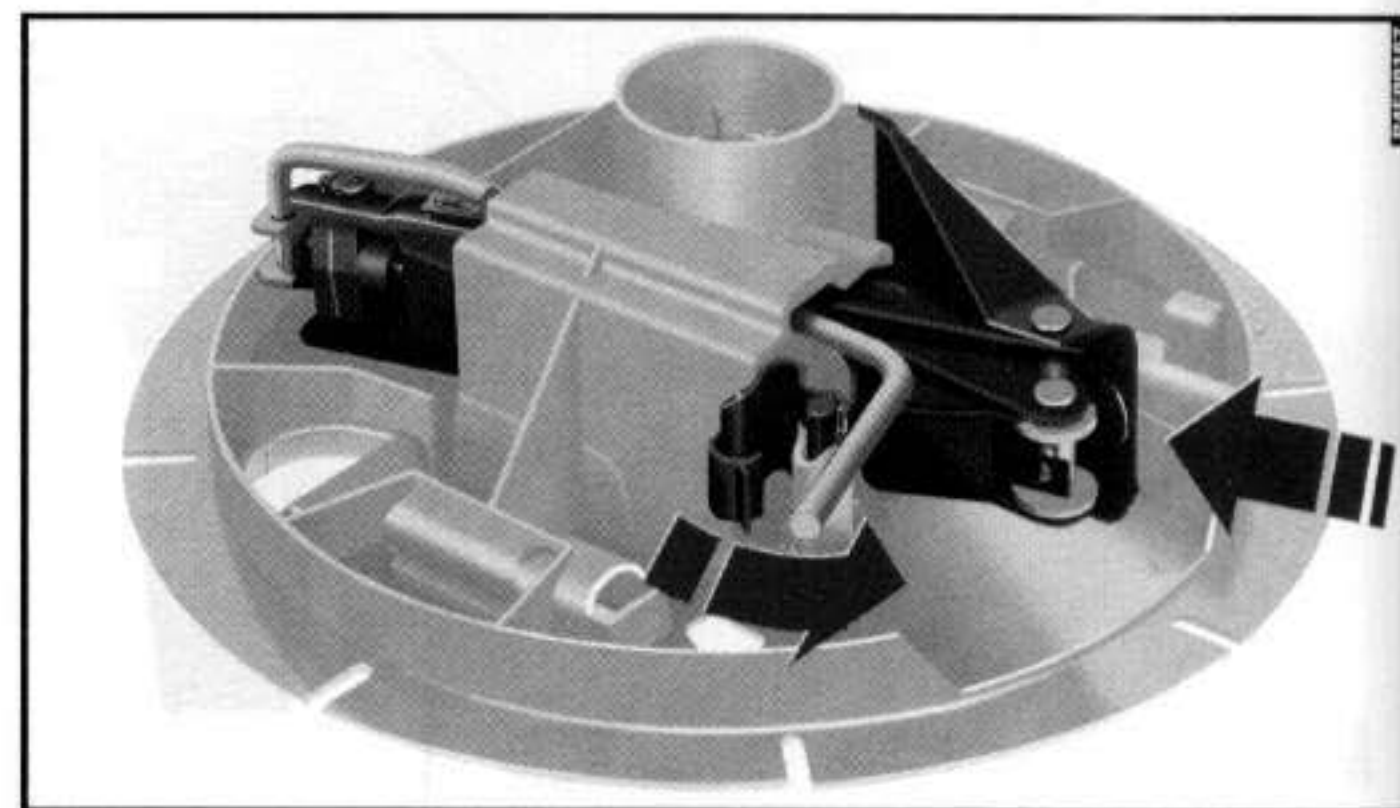

fig. 10
15) Colocar o macaco no suporte das ferramentas **fig. 10**, travando-o de modo a evitar vibrações ou que se solte durante a marcha.